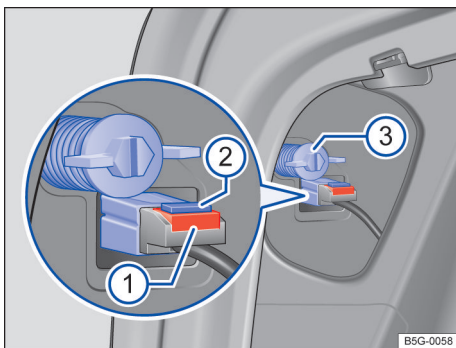

Fig. 189 Lateral do compartimento de bagagem: desinstalação da lanterna traseira. ▶
- ① Considere a lista de controle e execute as operações descritas nela → Página 230.
- ② Abra a tampa do compartimento de bagagem → Página 87.
- ③ Pela área da lanterna traseira, puxe o revestimento lateral do compartimento de bagagem para frente pela abertura.
- ④ Extraia a trava → Fig. 189 ①. Pressione o travamento ② do conector e desacople o conector.
- ⑤ Remova o parafuso de fixação com a mão ③.
- ⑥ Solte a lanterna traseira da carroceria por trás, com cuidado.
- ⑦ Retire a lanterna traseira e a coloque sobre uma superfície limpa e lisa.
- ① Coloque a lanterna traseira no alojamento da carroceria com cuidado.
- ② Com uma mão, sustente a lanterna traseira na posição de instalação; com a outra, aperte o parafuso de fixação → Fig. 189 ③.
- ③ Verifique se a lanterna traseira tenha ficado instalada corretamente e esteja bem fixada.
- ④ Acople o conector ao suporte da lâmpada e encaixe a trava ① para dentro.
- ⑤ Instale o revestimento lateral do compartimento de bagagem.
- ⑥ Fechar a tampa do compartimento de bagagem → Página 87.